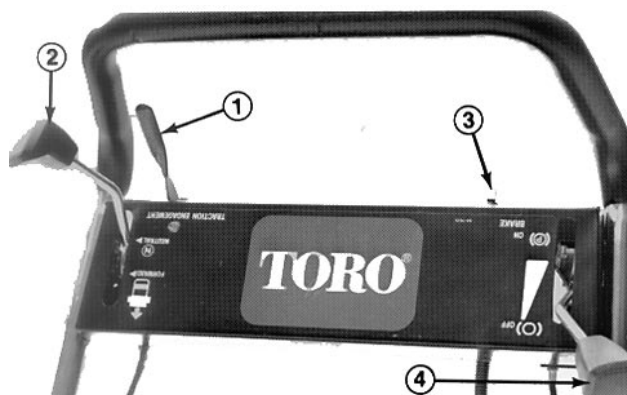
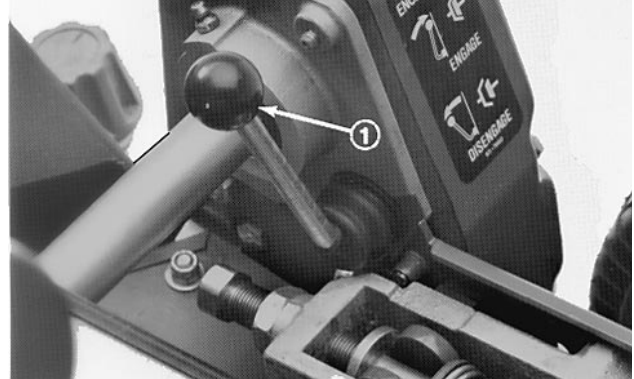

Bild 12
Bild 13
Fahrtriebshebel (Bild 12)—Rechts vorne an der Bedienungstafel. Der Hebel hat zwei Stellungen: NEUTRAL und VORWÄRTS. Wird der Hebel vorwärts gedrückt, schaltet sich der Antrieb ein.
Ein-/Aus-Schalter (Bild 12)—Links hinten an der Bedienungstafel. Der Motor wird durch Stellen des Schalters auf ON [Ein] gestartet und auf OFF [Aus] zum Stillstand gebracht.
Dienst-/Feststellbremse (Bild 12)—Links vorne an der Bedienungstafel. Mit Hilfe der Bremse läßt sich die Fahrgeschwindigkeit der Maschine reduzieren oder die Maschine zum Stillstand bringen. Die Bremse kann gleichfalls als Feststellbremse benutzt werden. Durch Rückwärtsziehen des Hebels über die mittige Stellung hinaus wird die Feststellbremse aktiviert.
Gashebel (Bild 12)—Rechts hinten an der Bedienungstafel. Dieser Hebel hat zwei Stellungen: SLOW [Langsam] und FAST [Schnell]. Die Motordrehzahl läßt sich zwischen beiden Einstellungen stufenlos regeln.
Spindelantriebshebel (Bild 13)—An der rechten vorderen Ecke der Maschine. Dieser Hebel hat zwei Stellungen: ENGAGE [Eingeschaltet] und DISENGAGE [Ausgeschaltet]. Zum Einkuppeln des
1. Sicherstellen, daß Fahr- (Bild 12) und Spindelantriebshebel (Bild 13) in der AUSGESCHALTET-Stellung sind.
3. Den Ein-/Aus-Schalter auf EIN stellen (Bild 12).
4. Den Gashebel (Bild 12) auf SCHNELL stellen.